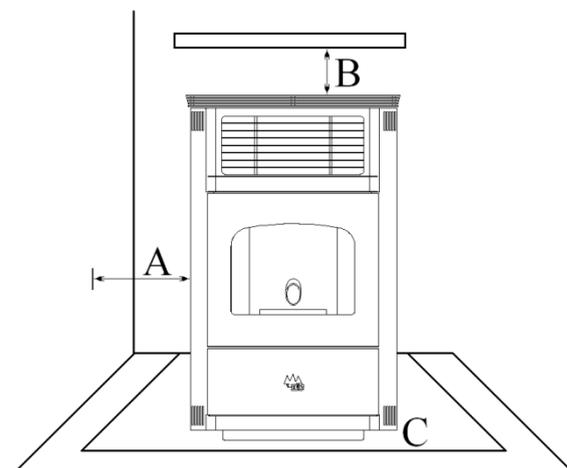

Figura 6
4.34. Instalar la estufa según la figura 6, teniendo especial cuidado en colocar una tapa metálica y tubo de acero inoxidable de salida de gases.
①	Sombrerete antiviento.
③	Te de 135° con registro.
④	Codo de 45°.
⑥	Suelo de madera.
⑦	Protector del suelo no combustible.
⑧	Separación de 80 milímetros.
⑩	Tubo de acero inoxidable flexible Ø80mm
⑪	Manguito adaptador de flexible a rígido.
⑫	Tapa metálica.